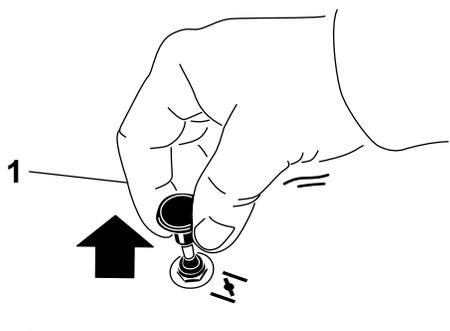

Figure 13
1. Tirez sur la commande de starter pour engager le starter avant d'utiliser le commutateur d'allumage (Figure 13).
2. Poussez sur le bouton du starter pour désengager le starter lorsque le moteur a démarré (Figure 13).